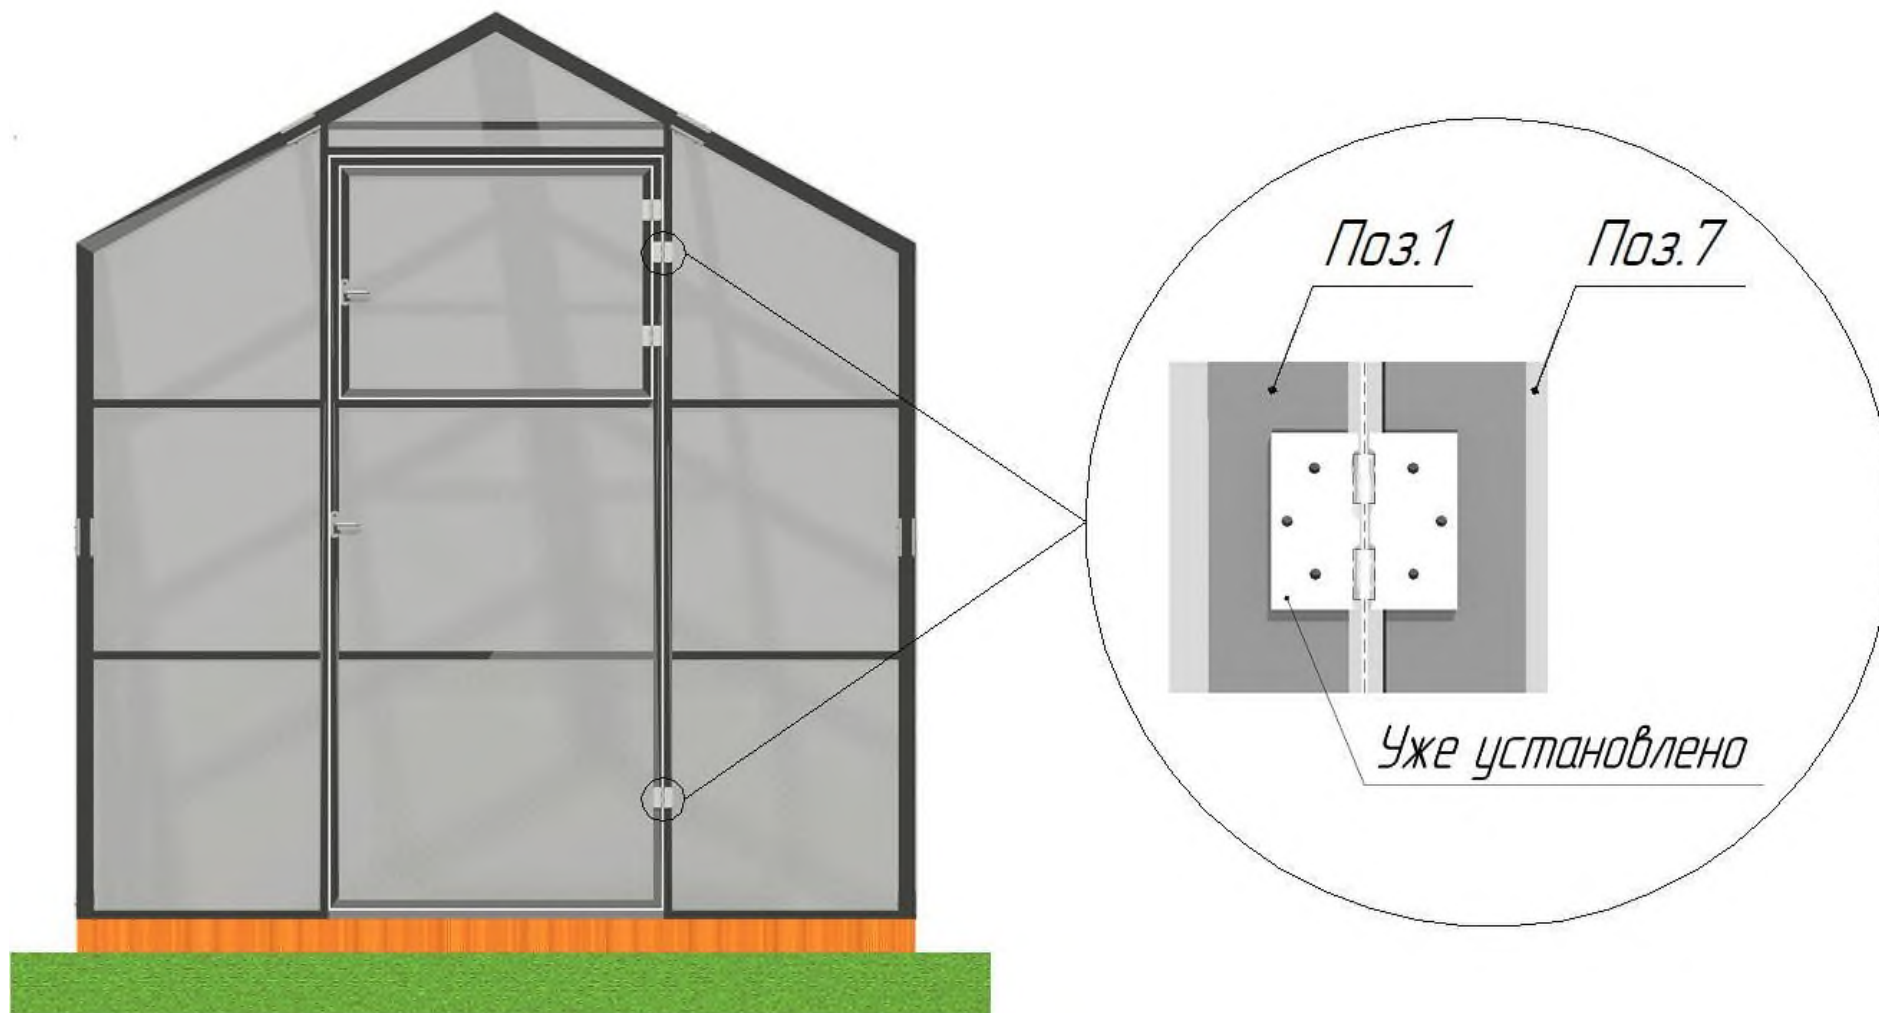

Рис.4 Схема раскроя поликарбоната для дверей и форточек
4. Прорезать проем двери и форточки (особое внимание уделить петлям) (рис. 4).